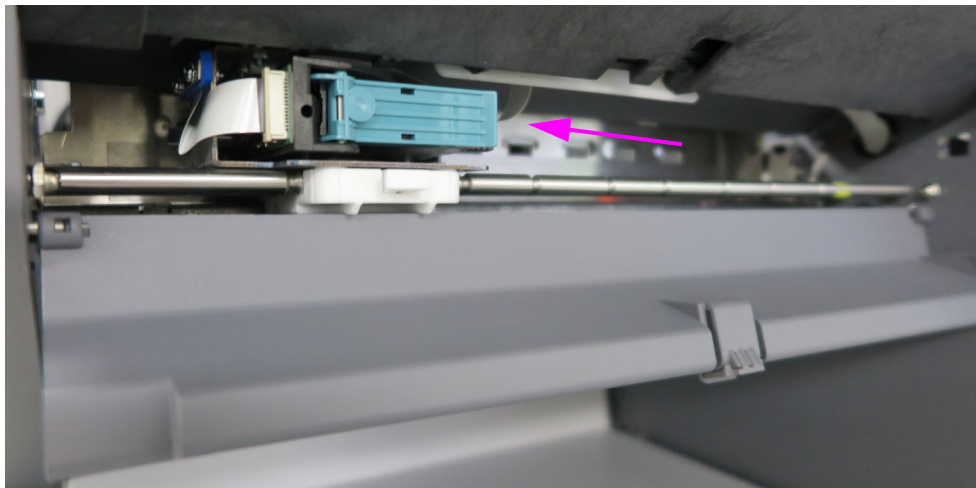

Abbildung 5-6: Baugruppe des Vorderseitendruckers
2. Heben Sie den grünen Hebel an, um die Druckerpatrone zu lösen (Abbildung 5-6).